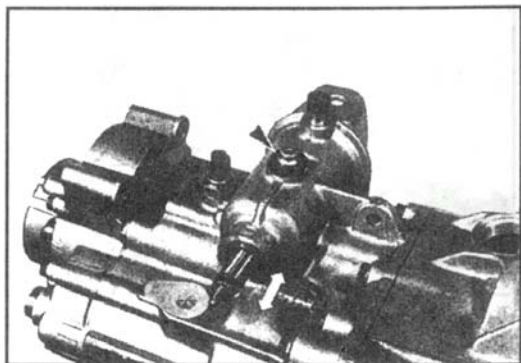

图 4-54 拆卸换挡轴（一）
(1) 把总成放置在架子或工作台上，档位置于空档（换挡轴在图 4-54 箭头方向上运动顺畅），旋下换挡定位座总成。